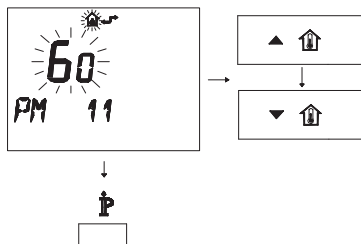

Figura 5.62
- Per modificare il SET programmato agire sui pulsanti $\blacktriangle \uparrow$ o $\blacktriangledown \uparrow$ e aspettare che il numero programmato cominci a lampeggiare (Figura 5.62). Ogni passo incrementato o decrementato corrisponde a 1 secondi.